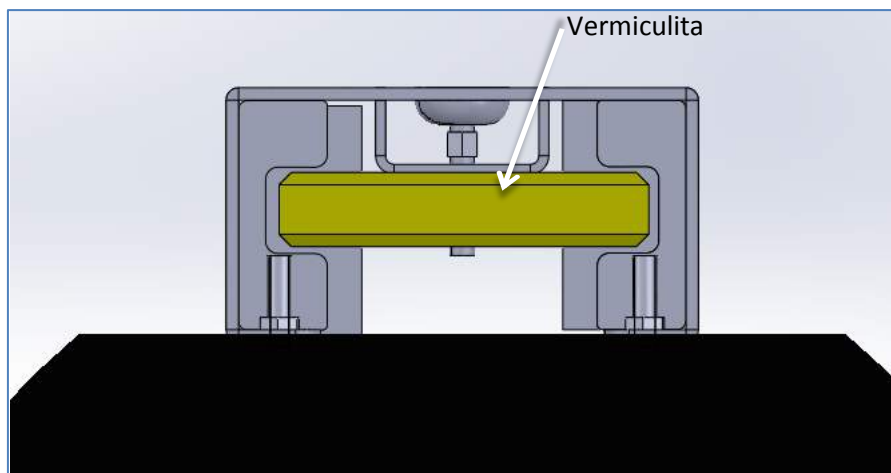

Ilustración 9. Colocación vermiculita
- 6) Colocada y fijada la estufa correctamente, desembalamos la Pieza Nº 6, y la dentro de la Pieza Nº 4, haciéndola pasar entre las ranuras de la pieza nº 7 dejándola centrada, realizada esta operación colocamos la Pieza Nº 5 sobre la parte superior del apoyo estufa, haciendo que los salientes queden por dentro de la pieza (Ilustración 9)